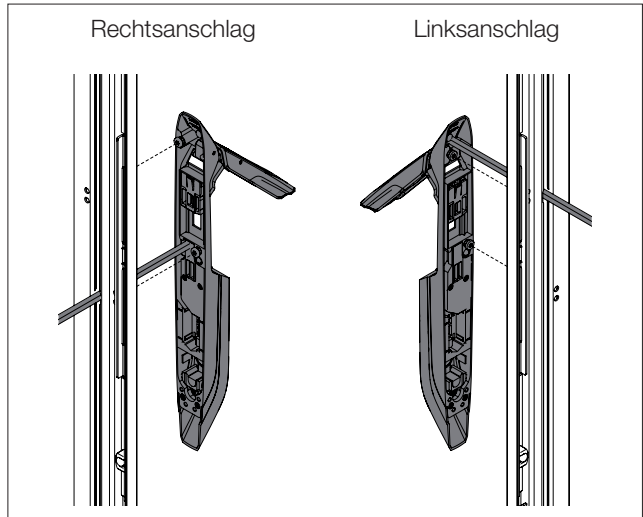

Abb. 13: Aufsetzen des Griffs
- Setzen Sie den Griff auf die Sichttür VX auf (Abb. 13).